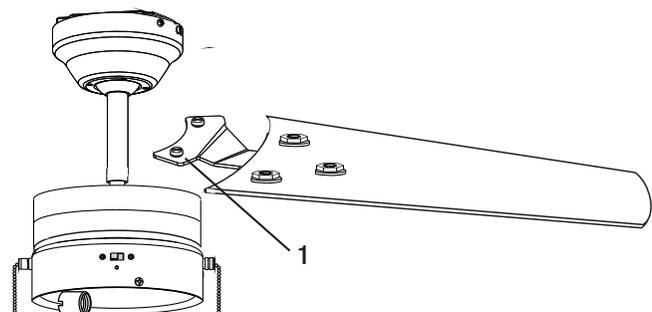

Figura 13
- Coloque el soportes las aspas (D) por encima del motor, de modo que los tornillos preinstalados en el soportes las aspas encajen en los orificios del motor (Figura 13). Apriete los tornillos preinstalados (1) del soportes de las aspas.